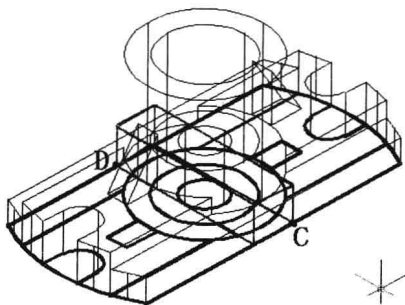

图 11-2-12
(15) 在“建模”面板中,单击“楔体”下面的向下三角形按钮,在弹出的列表中选择“长方体”按钮,捕捉并单击C和D点,按Enter键;输入高度值18,按Enter键,创建一个长方体,如图11-2-12所示。